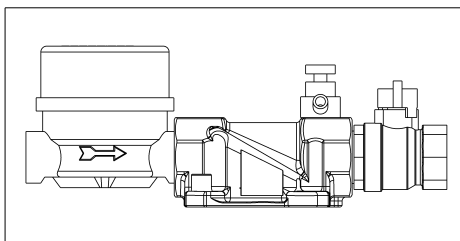

Fig. 1 : Bride rotative de montage
- Sens d'écoulement (cf. fig. 1)
**La bride rotative de montage doit être installée dans le sens d'écoulement. Elle est indiquée par une flèche (cf. fig. 1).**